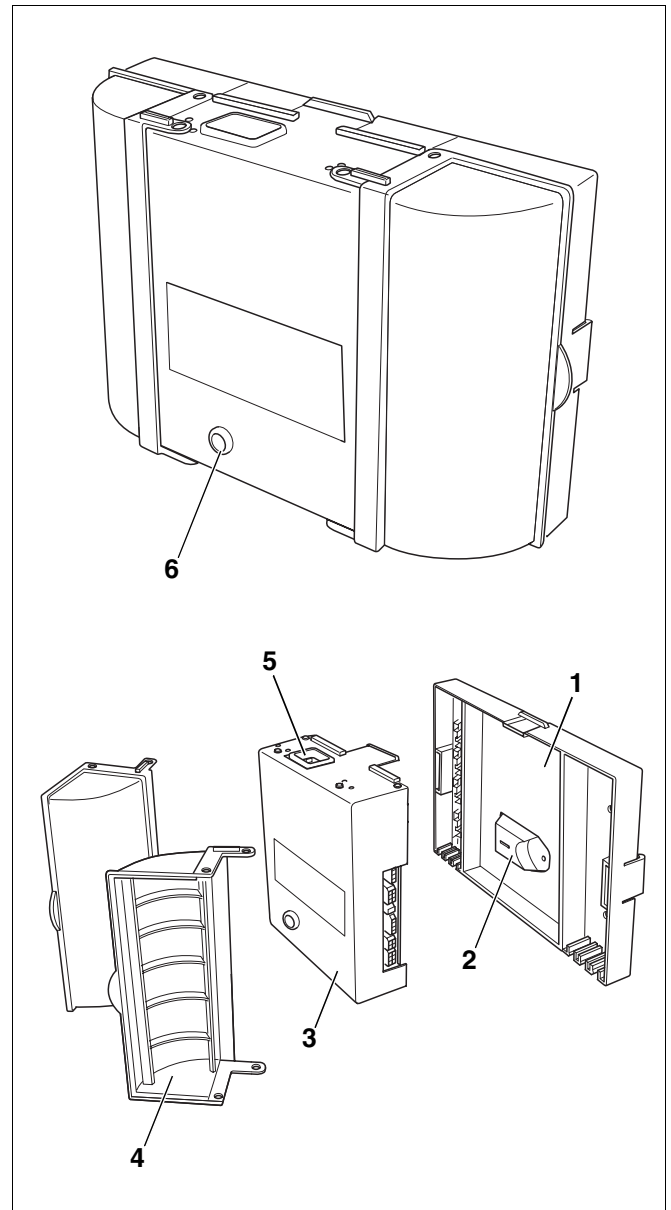

Abb. 1 Digitaler Feuerungsautomat SAFe 30
- Grundplatte (Abb. 1, **Pos. 1**) mit Kabelfixierung
- Brenner-Identifikationsmodul (BIM, Abb. 1, **Pos. 2**), dient der Anpassung des Feuerungsautomaten an den Brenner.
- Modul-Feuerungsautomat (Abb. 1, **Pos. 3**)
- Abdeckklappen (Abb. 1, **Pos. 4**)
- Kaltgeräteanschluss (Abb. 1, **Pos. 5**) zur Stromversorgung des Feuerungsautomaten
- Entstörtaster mit LED (Abb. 1, **Pos. 6**) zur Entriegelung und zur Anzeige des Betriebszustandes